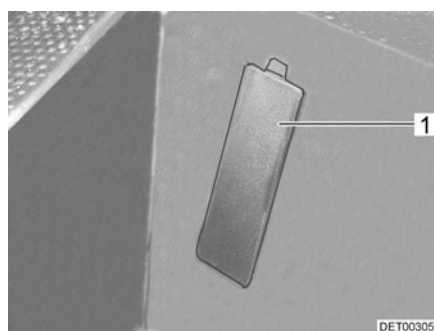

Fig. 261 Cache numéro de châssis (véhicule porteur Fiat)
- ▷ Le numéro de châssis se trouve derrière un cache (Fig. 261,1) dans la zone d'entrée, côté passager sur les véhicules porteurs Fiat.